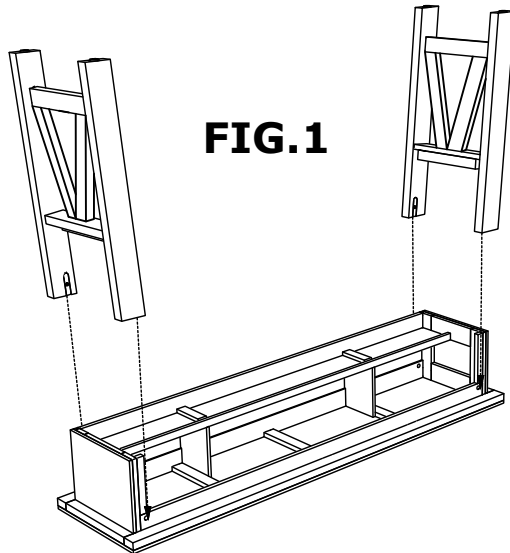
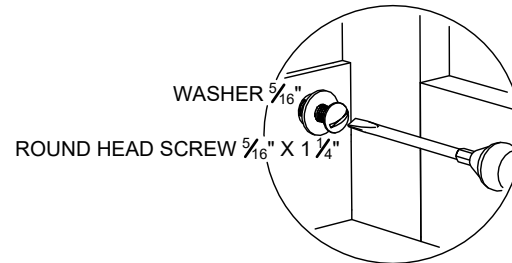

FIG.1
FIG.2
- 2.- ALIGN THE LEG HOLES WITH THE TABLE TOP PRE-DRILLED HOLES AS SHOWN IN FIG 1. AND SCREW THE LEGS AS SHOW IN FIG 2.